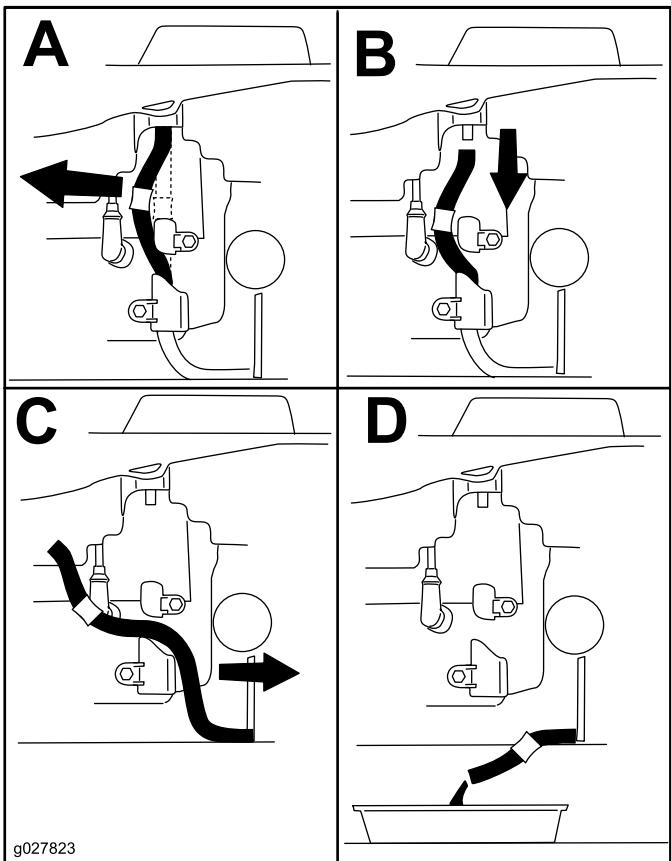

**Figure 32**
- Pour éviter de faire tomber de l'herbe, de la poussière, etc., dans le moteur, nettoyez la surface autour du bouchon de remplissage-jauge d'huile, avant de l'enlever (Figure 32).